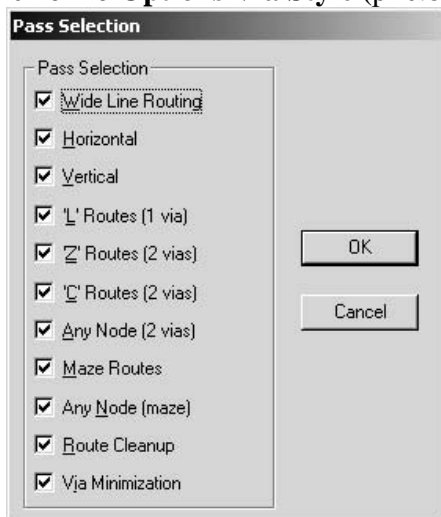

Рис.8.1.5
- Задать стратегию трассировки. Для этого нажать на кнопку **Passes** (Выбор проходов трассировки). Откроется окно **Pass Selection**, в котором установить флажки во всех пунктах. Нажать кнопку ОК (рис.8.1.5).